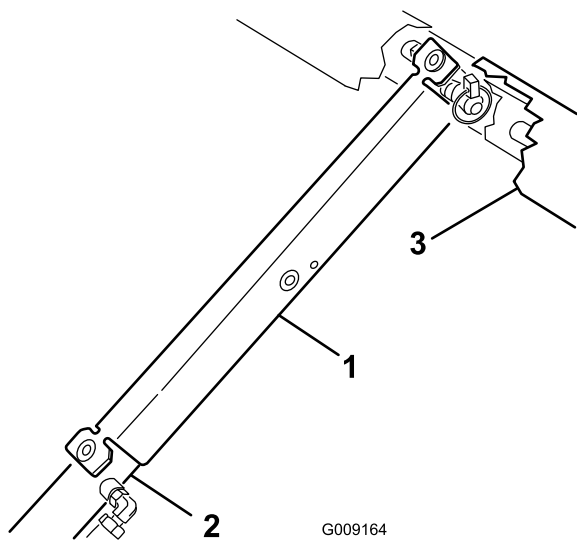

Figura 13
3. Spingete il supporto di sicurezza sull'asta del cilindro, verificando che le alette alle estremità del supporto poggino sull'estremità del corpo del cilindro e dell'asta del cilindro (Figura 13).